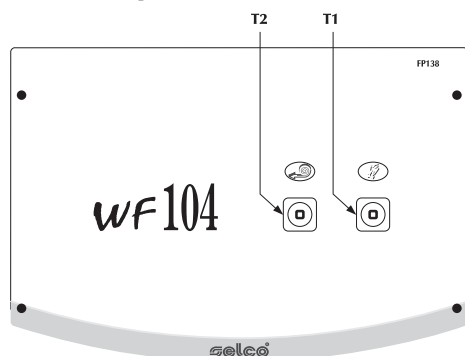

Fig. 18
- 1) Fastgør den negative svejsetangens stik (Fig. 18) til generatorens positive (+) udtag.